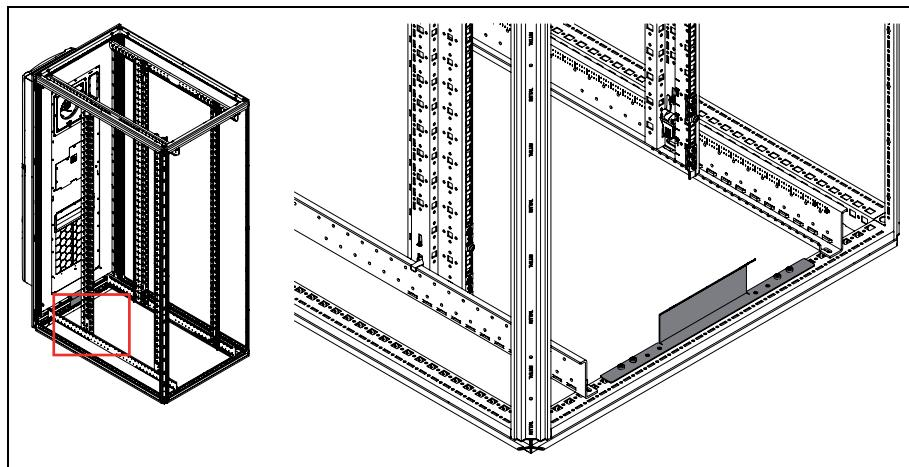

Abb. 8: Montieren des Haltewinkels hinten
- Montieren Sie auf der unteren Querstrebbe auf der Rückseite des IT-Racks den hinteren Haltewinkel (Abb. 8).